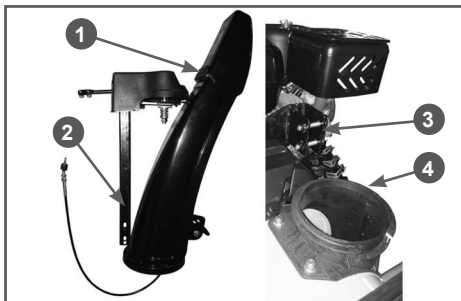

Рис. 10 Установка желоба выброса снега ST662E
9. Установите желоб 1 выброса снега со стойкой 2 и механизмом поворота в сборе (Рис. 10) на снегоотбрасыватель. Установите желоб 1 выброса снега на корпус основания желоба 4, а основание стойки 2 вставьте в кронштейн 3 (Рис. 10). Закрепите стойку 2 в кронштейне 3 с помощью двух болтов и гаек (Рис. 10).